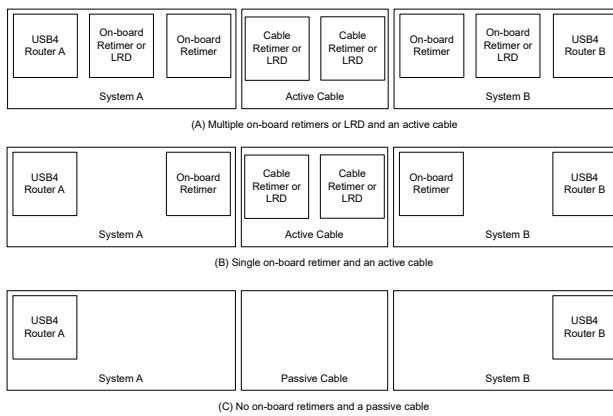

图 35. 可能的系统和电缆用例
(1) USB4 Gen2 支持长达 2m 的 USB-C 无源电缆。USB4 Gen3 和 USB4 支持长达 0.8m 的无源 USB-C 电缆。
在某些情况下，路由器和 USB-C 插座之间的插入损耗太大，需要使用称为重定时器 (RT) 的信号调节器来克服这种不足。USB4 规范允许在路由器和 USB-C 插座之间使用多达两个重定时器。USB4 规范也允许在路由器和 USB-C 插座附近的重要定时器之间使用线性转接驱动器 (LRD) 来取代第二个重定时器。图 35 中展示了一些不同用例示例。